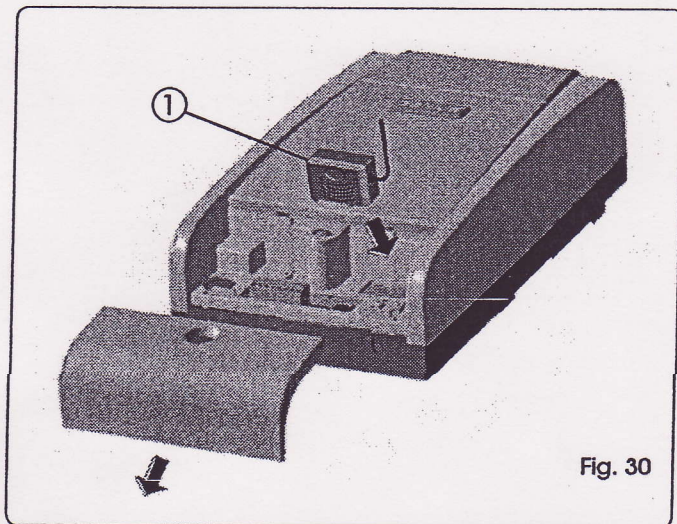

Fig. 30
L'armoire électronique est munie d'un système de décodage bicanal intégré. Ce système permet de mémoriser, par l'intermédiaire d'un module récepteur supplémentaire (Fig. 30 ref. ①) et de radiocommandes de la même fréquence, tant l'ouverture totale (OPEN A) que l'ouverture partielle (OPEN B) de l'automatisme.